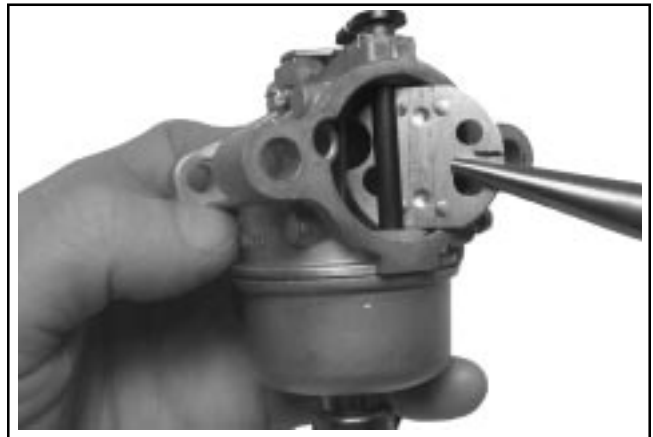

Figure 5-8. Dépose de la plaque du starter.
2. La plaque est insérée dans une fente sur l'arbre du starter. Saisir la plaque du starter avec des pinces et la sortir de la fente. Voir la Figure 5-8.